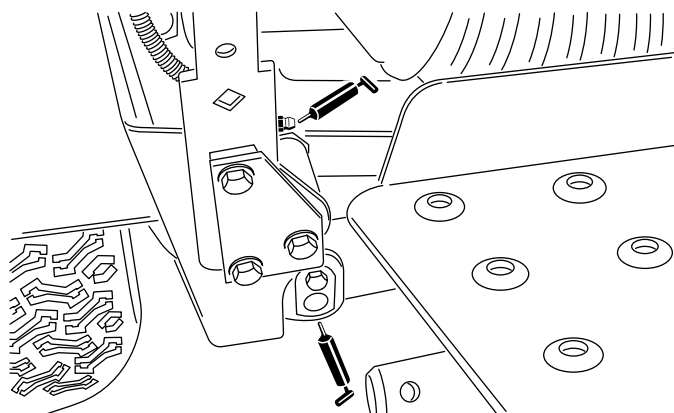

Figura 39
- Brazos de elevación (3) (Figura 39)